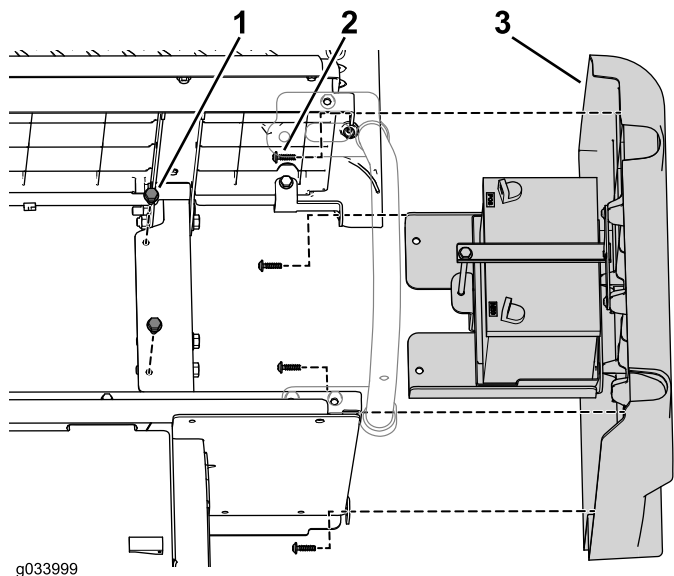

Figura 11
6. Scoatei cele 2 uruburi cu guler (5/16 x 3/4") care fixează compartimentul bateriei pe cadru i cele 4 uruburi cu cap imbus (M6,0 x 22 mm) care fixează panoul lateral din dreapta, i îndepărtați panoul lateral din dreapta (**Figura 11**).
Notă: Bateria se scoate împreună cu panoul lateral din dreapta aa după cum este indicat în **Figura 11**.